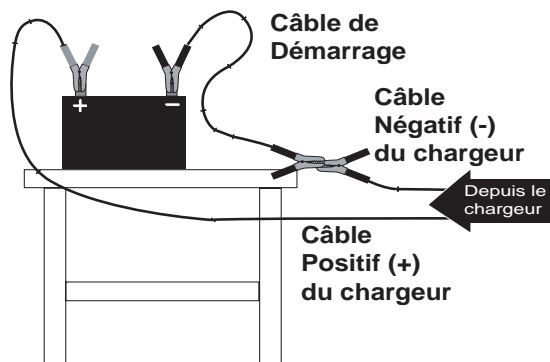

Figure B.5 – Raccordement hors du Véhicule
2. Vérifier la polarité des terminales de la batterie (voir la Figure B.5). La terminale POSITIVE doit porter la marque : POSITIF, POS, +, ou P. La terminale NÉGATIVE doit porter la marque : NÉGATIF, NEG, -, ou N.